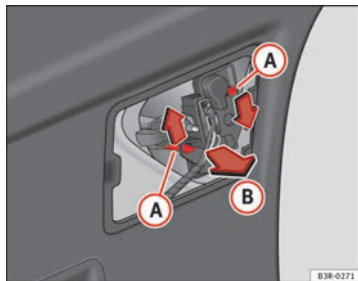

Fig. 231 Desmontar el portalámparas
- Haga presión sobre las lengüetas A ⇒ fig. 231 en el sentido de las flechas y extraiga el portalámparas tirando en el sentido que indica la flecha B.